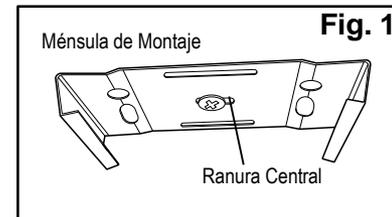

Fig. 1
2. Atornille el **anclaje de techo** en el contorno de la ranura central. Luego, alinee la **ménsula de montaje** con el anclaje del techo y atornille el **tornillo de montaje**. Repita con el segundo **anclaje de techo** a 88.625 pulgadas de distancia. (Fig 1)